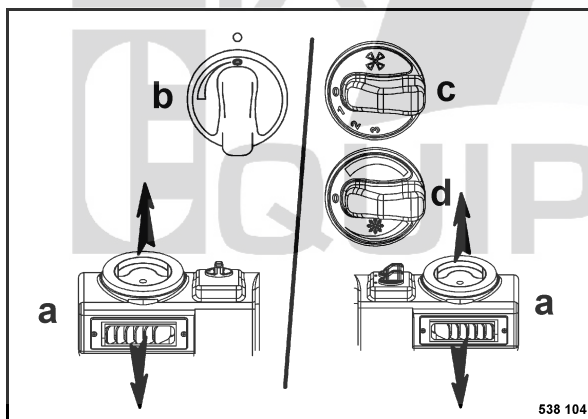

Fig. 72
- Au moyen des aérateurs (a) (Fig. 72), diriger le flux d'air vers le bas de la cabine.